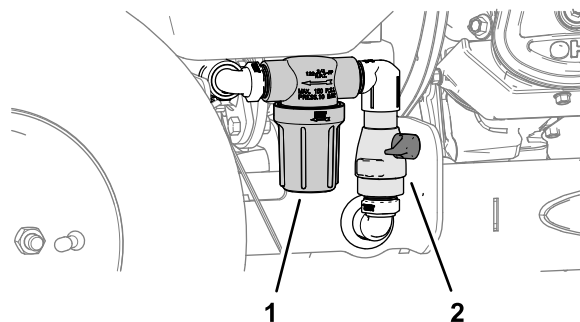

図 64
2. ポンプバルブのハンドルを左に 90° 回転させて閉位置にセットする 図 64。
3. ストレーナの下にオイルを受ける容器をおく 図 64。
9. ポンプバルブのハンドルを右に 90° 回転させて開位置にセットする 図 64。